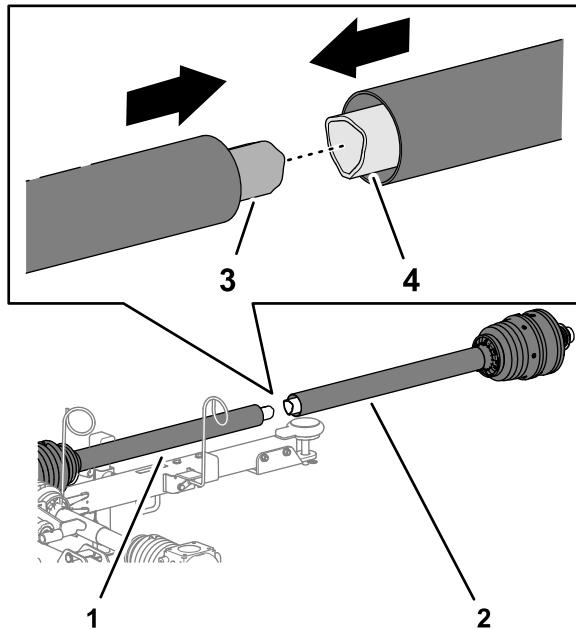

Figura 8
- Allineate il tubo interno della metà posteriore dell'albero di trasmissione della PDF con il tubo esterno della metà anteriore dell'albero di trasmissione della PDF e unite insieme i tubi (Figura 8).